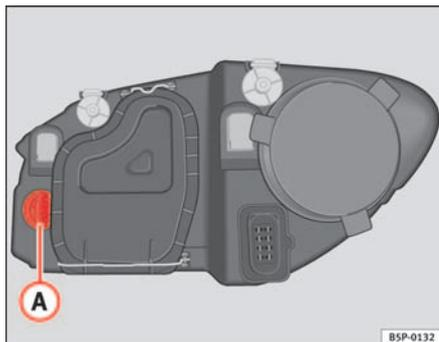

Fig. 174 Lampe du feu clignotant
- Tournez le porte-lampes ⇒ fig. 174 **A** vers la gauche puis tirez.